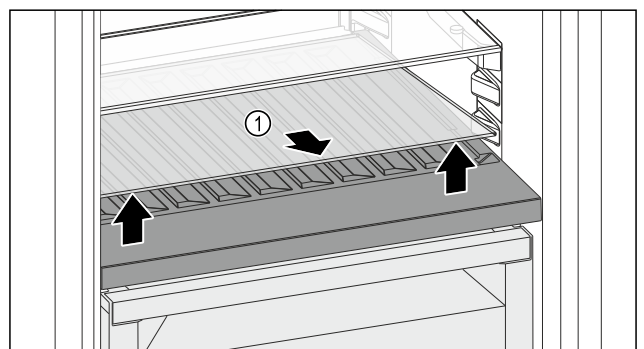

Fig. 209
- Glasplatte Fig. 209 (1) an der Aussparung vorne anheben und herausnehmen.
- Glasplatte Fig. 209 (1) außerhalb des Geräts sicher aufbewahren.
- Glasplatte (2) unter der variablen Flaschenablage einlegen.